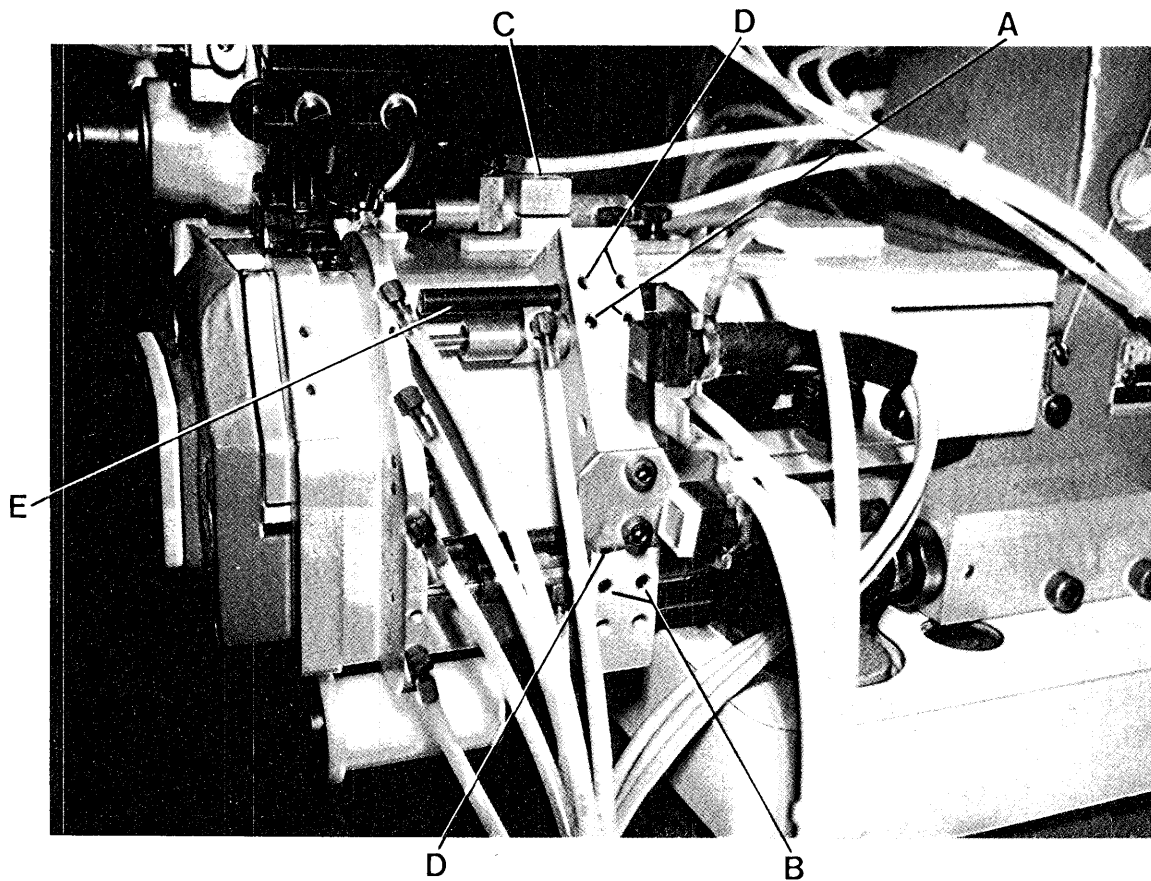

Fig. 3
- 3) Die Rinnenbreite regeln, indem die zwei Sechskanten-Schraubenstifte A und die zwei B (Abb. 3) gelockert werden. Die Führungsleiste verstellen, bis die erforderliche Breite der Rinne erhalten ist, auf welcher der Stoff gleiten wird.
- 4) Durch Betätigung der zwei Schrauben mit versenktem Sechskantenkopf C, welche zu der auf der Tischplatte gelegenen Führung gehören, die Seitenwand so einstellen, dass das Nähgut nach dem Presserfuss nicht abweicht (Abb. 3).
- 3) Die Rinnenbreite auf der Führung einstellen, indem die zwei sechskantigen Schraubenstifte D (Abb. 3) gelockert werden. Danach die Zylinderstifte E (Abb. 3) verstellen, bis ihre Seitenwände die Führung berühren und dadurch als Anschlag und Positiongeber wirken.
- 4) Durch Betätigung der zwei Schrauben mit versenktem Sechskantenkopf C, für die auf der Tischplatte gelegene Führung, die Seitenwand so einstellen, dass das Nähgut nach dem Presserfuss nicht abschwenkt (Abb. 3).